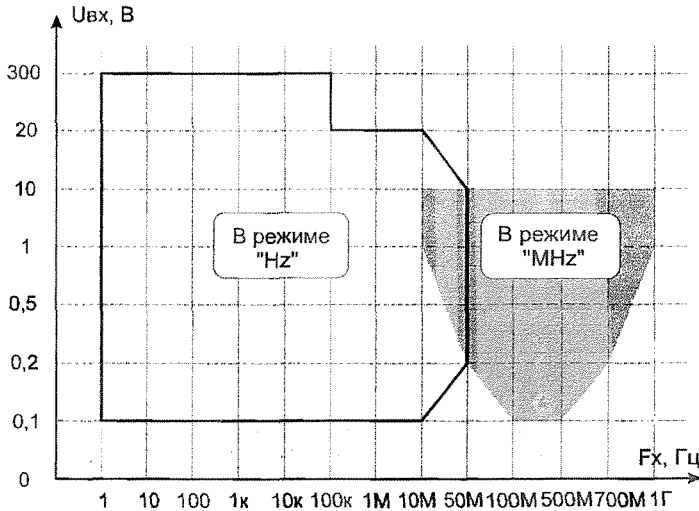

Рис.3.1
3.6.2. Допустимые среднеквадратические значения напряжения входного сигнала, при которых гарантируются измерения частоты с нормируемой погрешностью, соответствуют значениям, определяемым рабочей областью диаграммы рис.3.1.
FRQ	В соответствии с графиком * (см. рис.3.1)